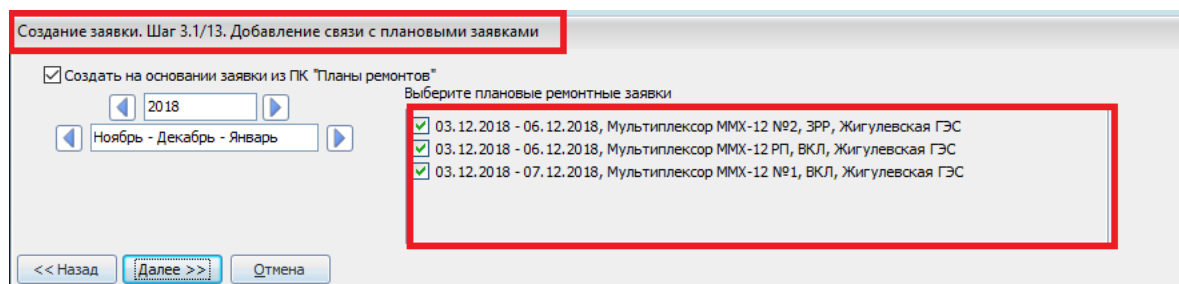

Рисунок 10.12 – Добавление связи с плановыми заявками
– **«Шаг 3.1/12. Добавление связи с плановыми заявками».** Шаг отображается, если на шаге 3/12 выбрана категория заявки «Плановая». На данном шаге необходимо выбрать плановые ремонтные заявки, которые будут сопоставлены с создаваемой диспетчерской (при установленном флаге «Создать заявку на основании заявки из ПК «Планы ремонтов», по умолчанию флаг установлен) (Рисунок 10.12). При включенной функции ScheduleAgreeComparison=1 в файле zvk.ini (см. руководство системного администратора раздел «Описание параметров файла zvk.ini») данный шаг будет доступен для заявок, созданных за чужое предприятие с целью согласования. При включенной функции ScheduleAgreeComparison=1 в файле zvk.ini (см. руководство системного администратора раздел «Описание параметров файла zvk.ini») поиск подходящих плановых заявок на шаге 3.1/12 выполняется не только по ГР с целью «утверждение», «согласование», но и по ГР с целью